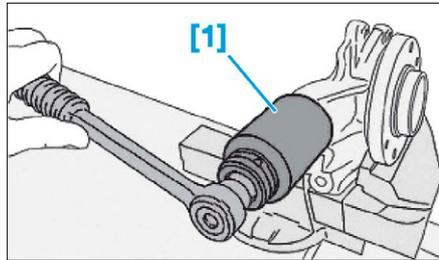

FIG. 32
- la rotule de pivot à l'aide de l'outil [1] (Fig.32).